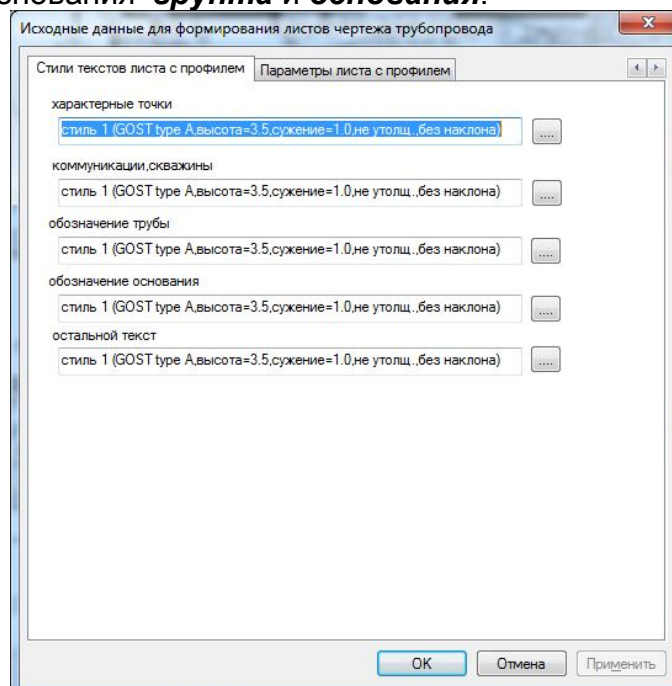

Рис.48
- **стили текстов листа с профилем** (рис.48).